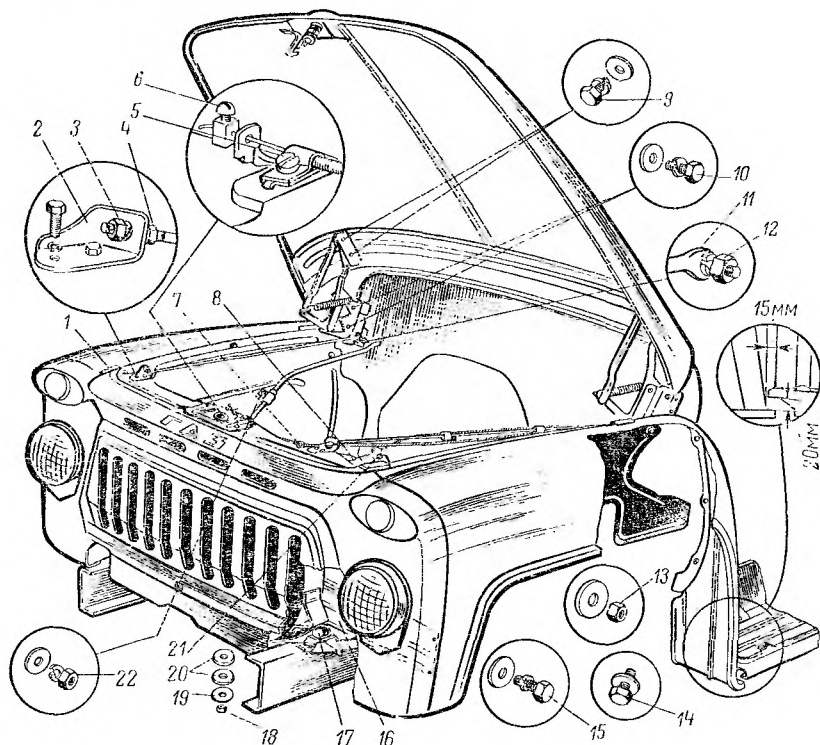

Рис. 157. Оперение автомобиля ГАЗ-53:
**Снятие оперения.** Оперение (рис. 157) ГАЗ-53А снимать в такой последовательности.
При правильно установленном оперении облицовка радиатора и брызговики крыльев не должны задевать за раму или установленные на ней узлы. Резиновые прокладки крыла не должны иметь местных вспучиваний. Между крылом и подножкой должны быть выдержаны зазоры, показанные на рис. 157. Несоблюдение величины этих зазоров приведет либо к задеванию (дребезжанию) крыла о подножку, либо к забрызгиванию двери кабины грязью из-под переднего крыла.
Отвернуть болты 9 (см. рис. 157) крепления капота к петлям.